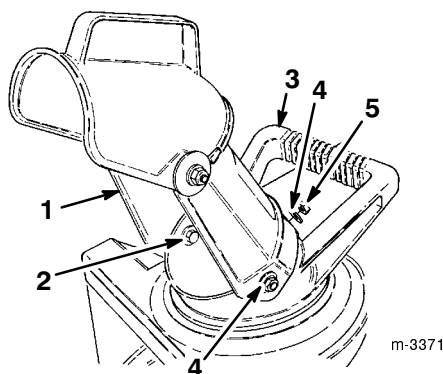

Figure 5
1. Engagez les trous de l'éjecteur sur les boulons à tête hexagonale de chaque côté de la poignée de l'éjecteur (Fig. 5).
2. Fixez l'éjecteur sur les boulons à tête hexagonale au moyen de deux rondelles et de deux contre-écrous (Fig. 5).
5. Vissez **fermement** le contre-écrou et la rondelle sur la vis à l'arrière de l'éjecteur (Fig. 5).